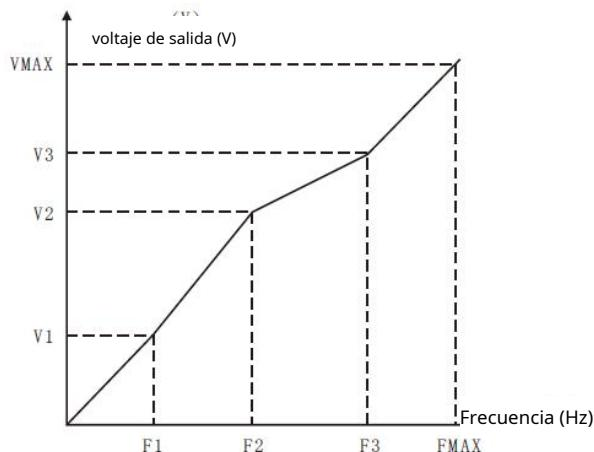

Figura 5 - Diagrama de configuración de la curva V / F de varios puntos 05
2. La Figura 5 - 05 es un diagrama esquemático de la configuración de la curva VF multipunto.